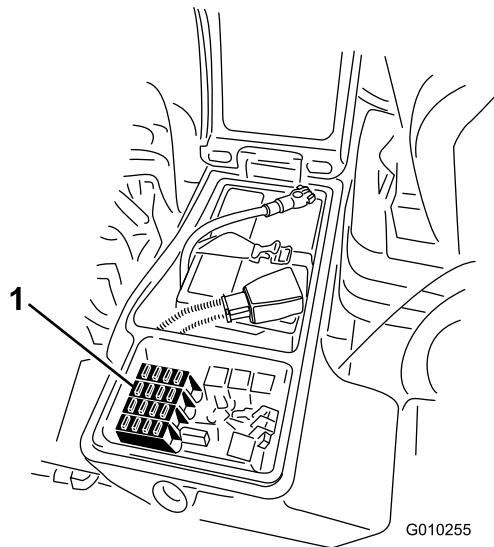
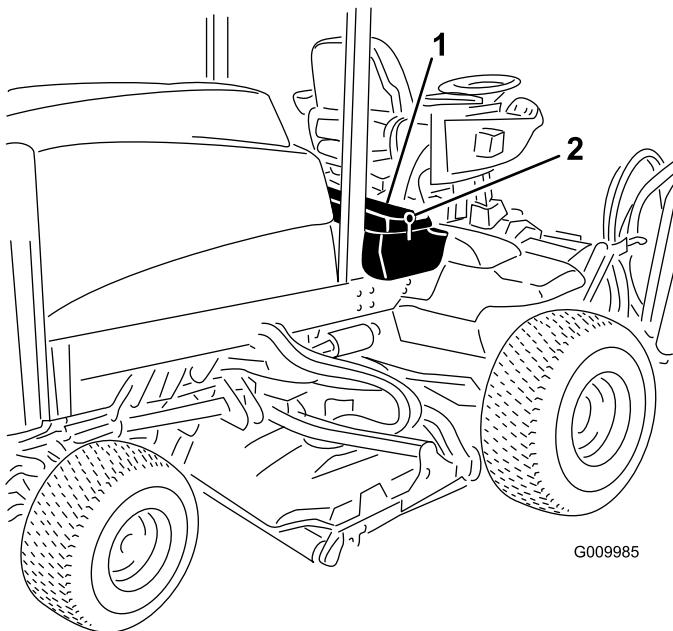

Bild 95
Bild 94
1. Lösen Sie den Riegel für die Abdeckung des rechten Ablagekastens und heben Sie die Abdeckung (Bild 94) hoch, um an den Sicherungsblock zu gelangen (Bild 95).
2. Wechseln Sie ggf. die offenen Sicherungen aus (Bild 95).